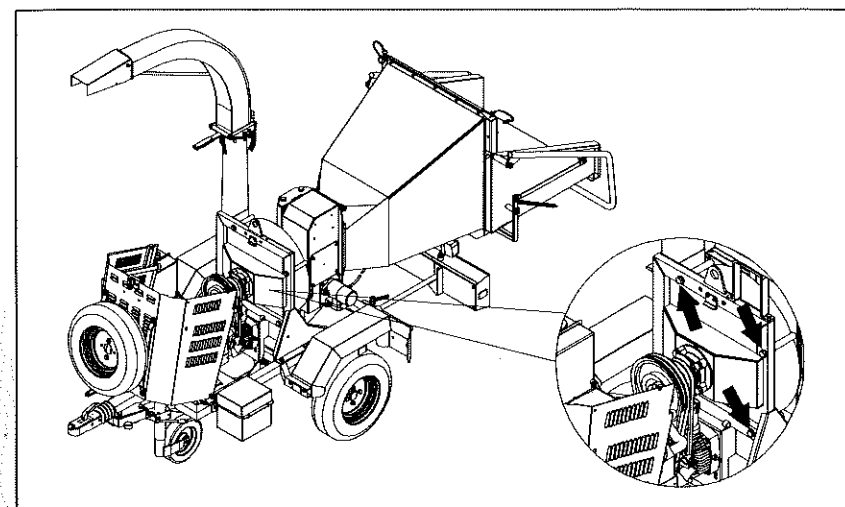

Fig. 13
- Destornillar los 5 tornillos M14 que sujetan el cajón triturador al chasis y abrirlo (Fig. 13).